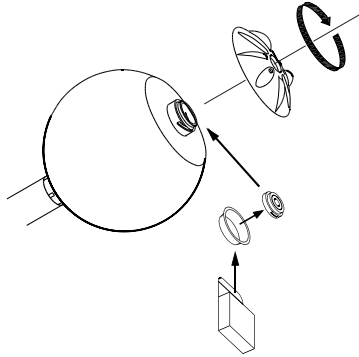

Fig. 8: Montaje del elemento sensor en el DO 2
- Montar el elemento sensor en la bola flotante tal como muestra la fig. 8 (enclavar el elemento sensor con las dos clavijas inferiores en los agujeros correspondientes del transmisor).
- Quitar el elemento sensor viejo (ver fig. 5 o fig. 8).
- Poner un elemento sensor nuevo (ver fig. 5 o fig. 8), (enclavar el sensor con las dos clavijas inferiores en los agujeros correspondientes del transmisor).